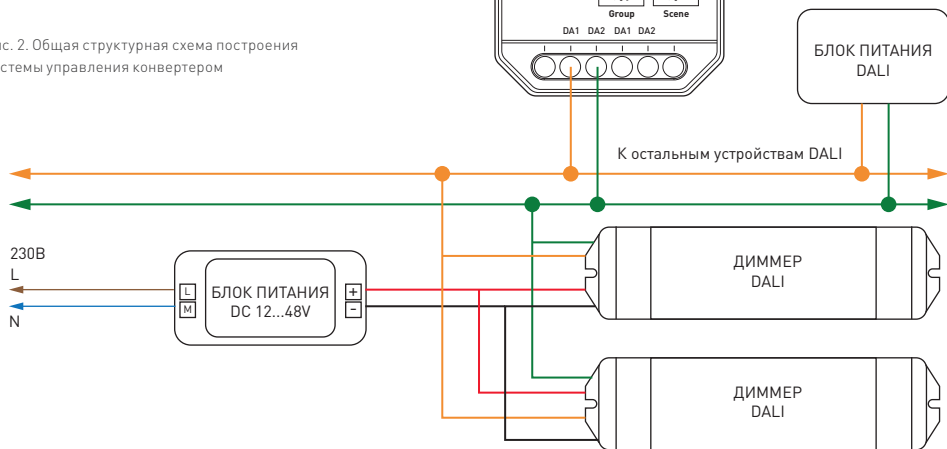

Рис. 3. Схема подключения конвертера
- 3.2. Подключите конвертер в соответствии со схемой (рис. 3)